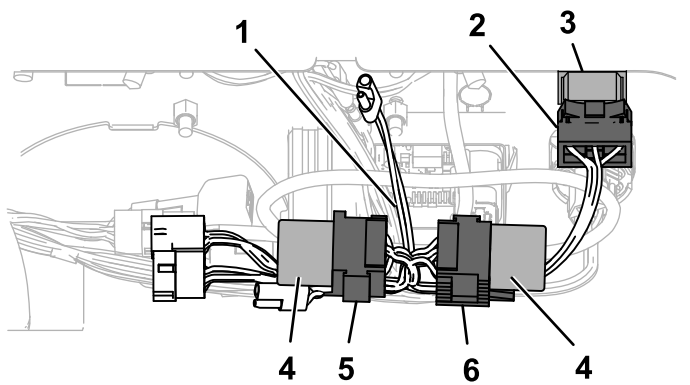

**Figure 3**
3. Retirez l'écrou hexagonal de l'interrupteur, insérez l'interrupteur dans le trou, avec la fente à gauche, et fixez-le en place avec l'écrou (Figure 3).